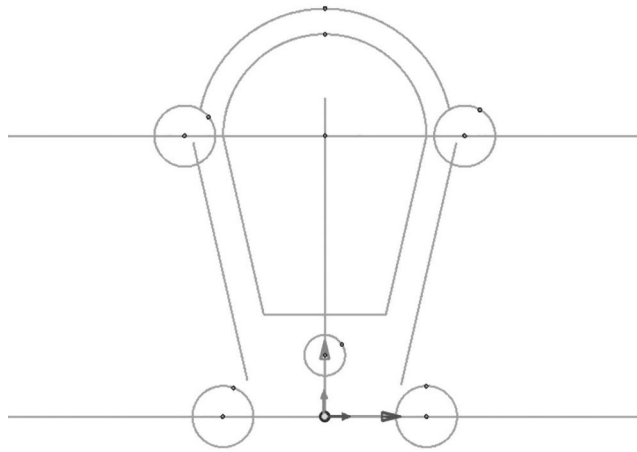

图 1-2-14 曲线拉伸
(12) 单击“曲线拉伸”→“当前命令：拉伸”按钮，选择直线下方端点，直线变黄后拖动至指定点，结果如图 1-2-14 所示。